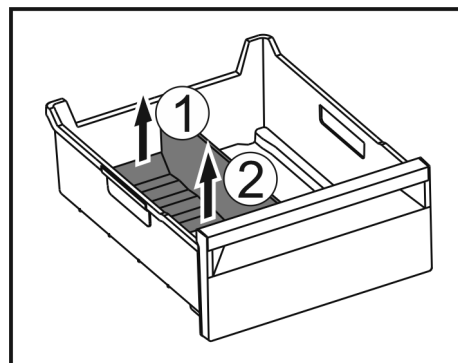

Fig. 157
- Hinteren Teil des Eisfach-Trenners anheben. Fig. 157 (1)
- Eisfach-Trenner nach oben entnehmen. Fig. 157 (2)